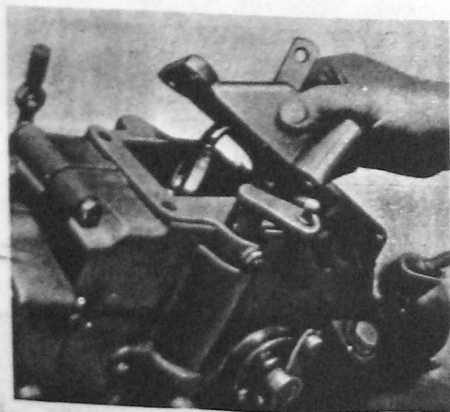

Fig. 68
3. Schaltkopf befestigen (Fig. 68). Zum Schluß Schaltung und Differentialsperre nochmals überprüfen.
3. Fasten gear shifter housing (Fig. 68). Finally re-check gear shifting and the functioning of the differential lock.